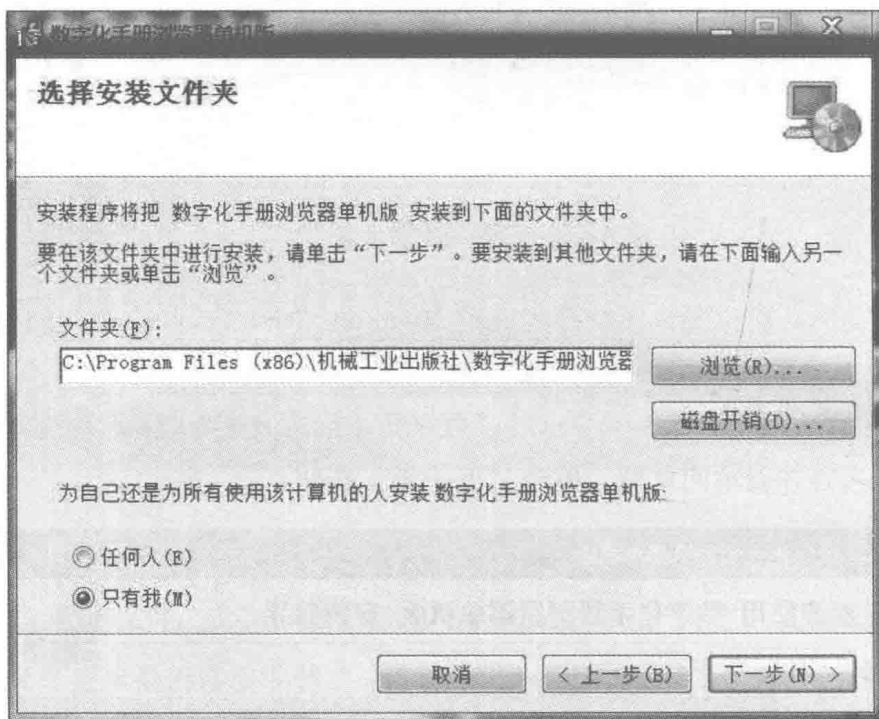

图 1-5 “选择安装文件夹”窗口
5) 进入图 1-5 所示的“选择安装文件夹”窗口。系统推荐的安装目录是“C:\Program Files( x86)\机械工业出版社\数字化手册浏览器单机版”，如果同意安装在此目录下，单击“下一步”按钮。如果希望安装在其他的目录中，单击“浏览”按